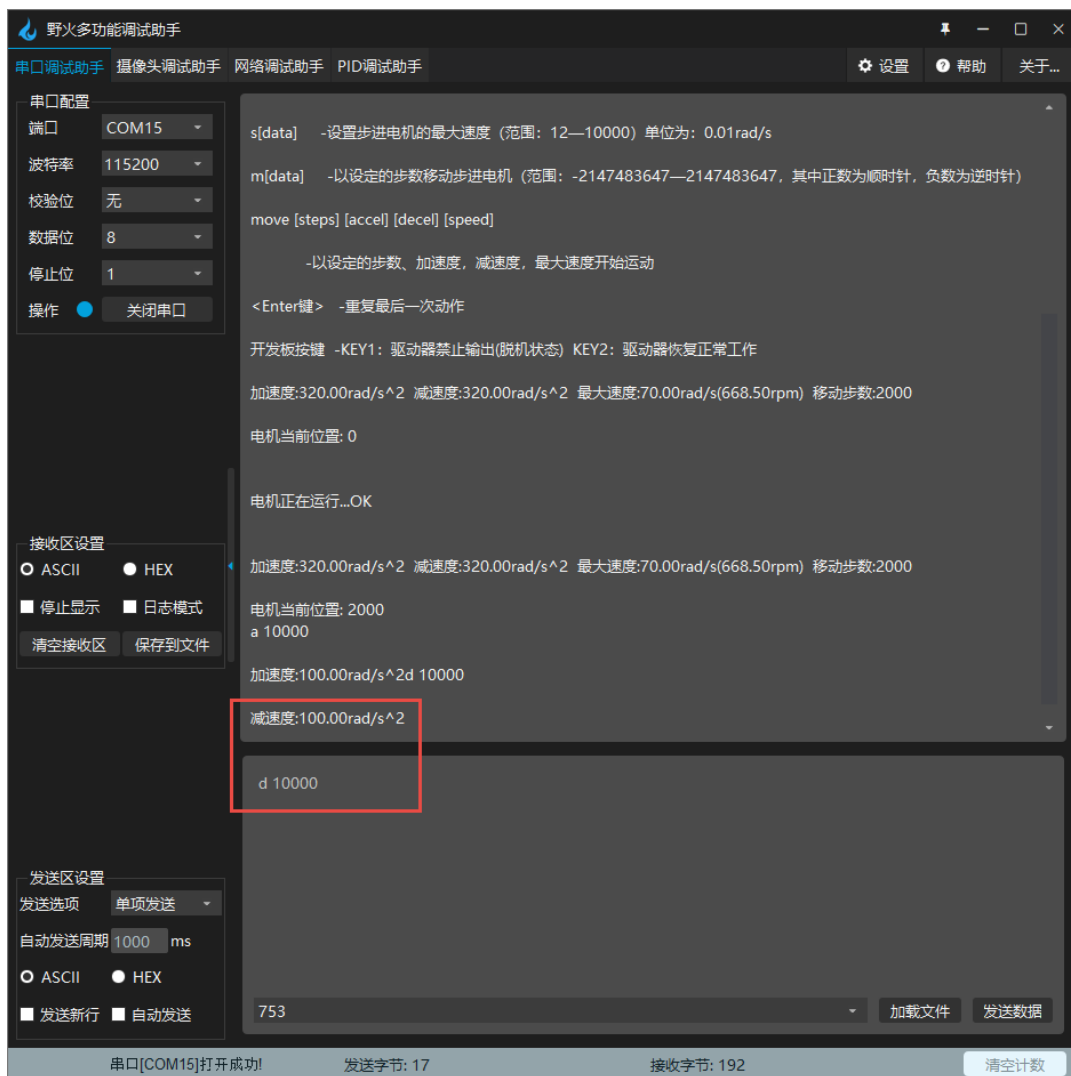

图 2-9 串口终端设置减速度打印信息
- d: 设置减速度，例如我们需要设置减速度为  $100\text{rad/s}^2$ ，加速度的单位为  $0.01\text{rad/s}^2$ ，经过计算 d 的值应该为  $100/0.01=10000$ ，所以在串口中断输入栏下输入“d 10000”+回车键然后按发送，开发板收到指令后，串口会打印对应的减速度的值，见图 2-9。